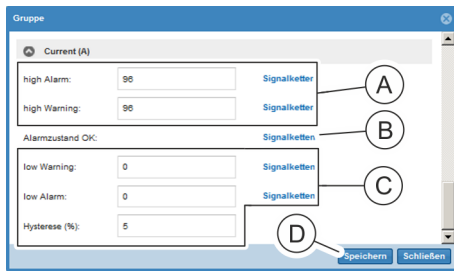

Abb. 134: Fenster "Gruppe"
7. Im Bereich „Current (A)“ einen Wert für „high Alarm“ und „high Warning“ eingeben (Abb. 134/A) und eine Signalkette zuweisen. Dazu auf die Schaltfläche „Signalketten“ klicken.
9. Im Bereich „Current (A)“ für den Parameter „Alarmzustand OK“ (Abb. 134/B) bei Bedarf eine Signalkette zuweisen (analog zu Schritt 7 und 8).
10. Im Bereich „Current (A)“ einen Wert für „low Alarm“, „low Warning“ und „Hysteresis“ eingeben (Abb. 134/C) und eine Signalkette zuweisen (analog zu Schritt 7 und 8).
11. Auswahl über die Schaltfläche „Speichern“ (Abb. 134/D) bestätigen.